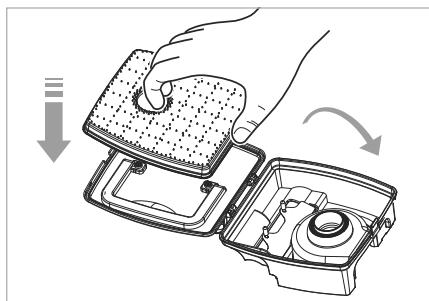

Fig. 14
- 7) Fixați filtrul EPA 9 la capacul recipientului de praf 14 și închideți-l (a se vedea fig. 14).